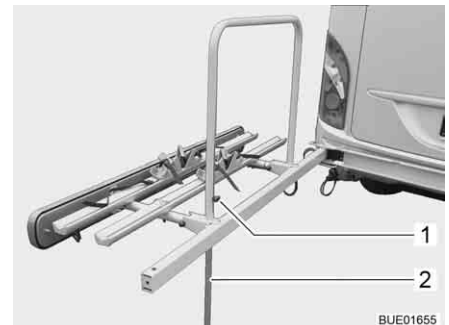

Fig. 4 Appui
- Abaisser le tube support (Fig. 4,2) jusqu'au sol au moyen de la vis à garret.
- Resserrer la vis à garret (Fig. 4,1).